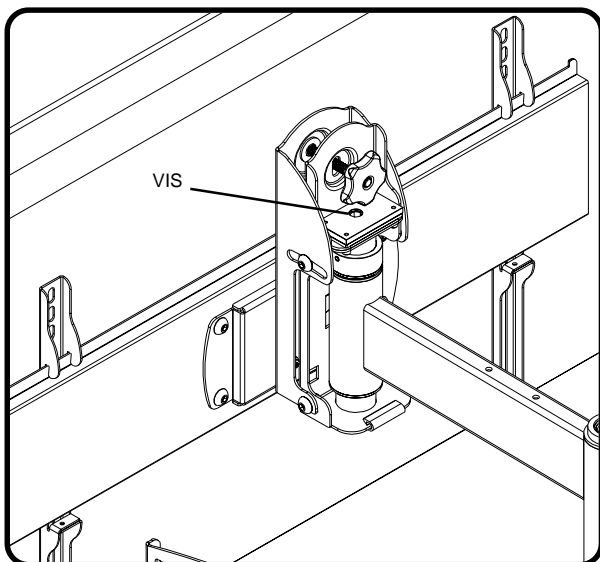

fig 10.1
- Pour baisser l'écran, serrez la vis à tête creuse illustrée à la figure 10.1 dans le sens des aiguilles d'une montre à l'aide d'une clé hexagonale de 10 mm (**V**).
- Pour remonter l'écran, serrez la vis à tête creuse illustrée à la figure 10.1 dans le sens contraire des aiguilles d'une montre à l'aide d'une clé hexagonale de 10 mm (**V**).